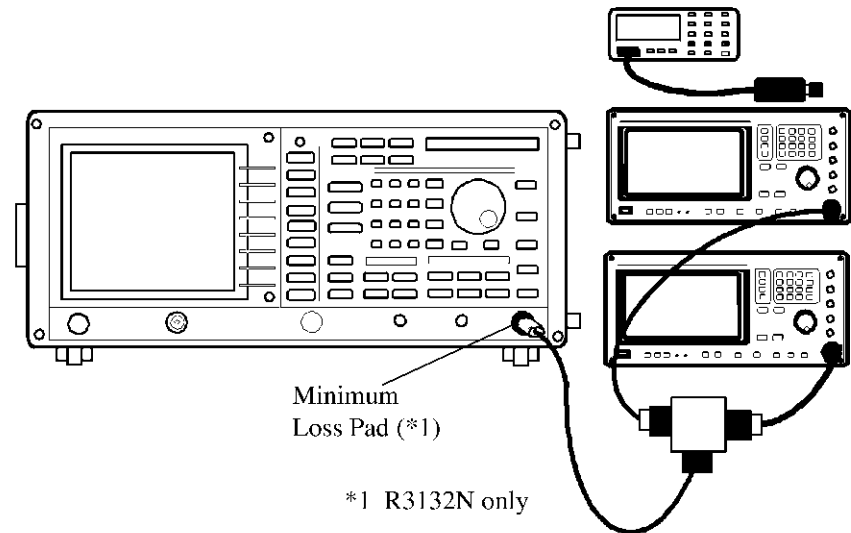

図 5-19 利得圧縮の確認時の接続
3. 図 5-19 のように機器を接続します。
13. 図 5-19 のように機器を接続します。
23. 図 5-19 のように機器を接続します。